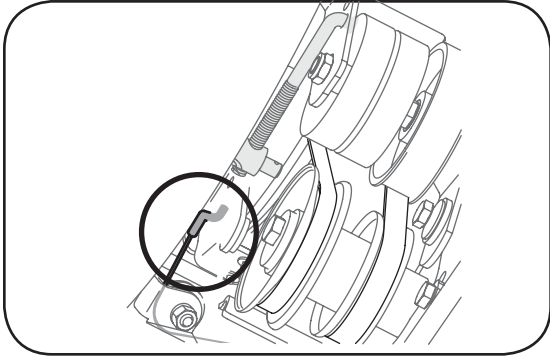

Figure 6-7
- Tirez le support du train vers le galet de guidage du câble et décrochez le raccord en «Z» du câble de la tarière. Voir la Figure 6-7.